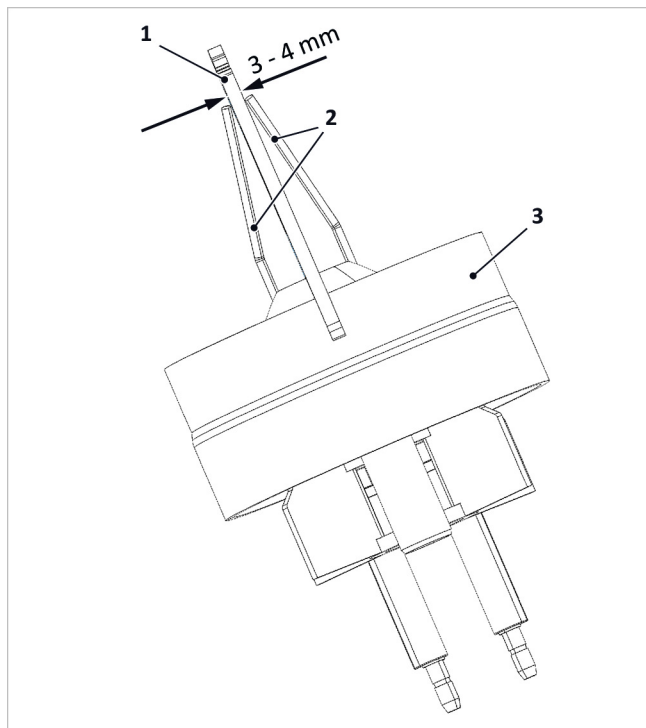

Fig. 58: Comprobar la distancia de los electrodos de encendido
5. Controle la distancia de los electrodos tal y como se muestra en la → fig. 58 y, en caso necesario, corrija doblándolos con cuidado.